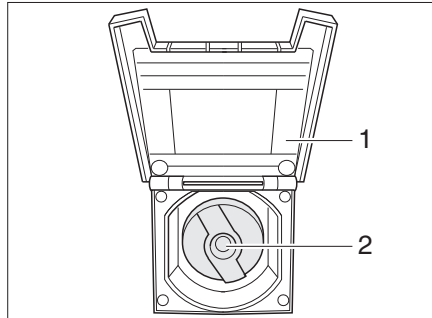

Fig. 225 Couvercle de fermeture pour bec de remplissage d'eau potable
- Ouvrir le clapet de fermeture (Fig. 225,1) vers le bec de remplissage d'eau potable.
- Insérer la clé dans le barillet (Fig. 225,2) et la tourner d'un quart de tour dans le sens inverse des aiguilles d'une montre.
- Ouvrir le bec de remplissage d'eau potable (Fig. 225).